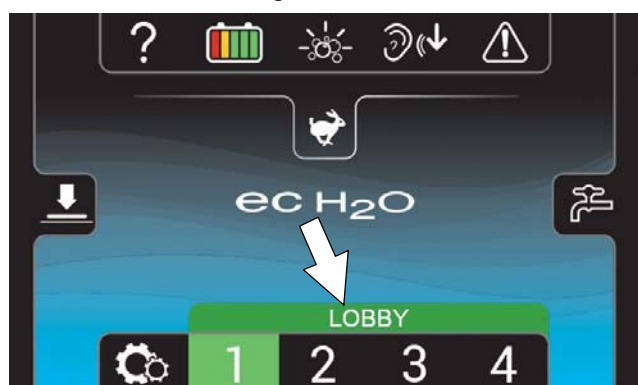

ABB. 65
- Der Name wird oberhalb der Zoneneinstellungsnummer angezeigt, wenn die Zonentaste gedrückt wird (Abbildung 65). Wiederholen Sie den Vorgang für weitere Zonenvoreinstellungen.